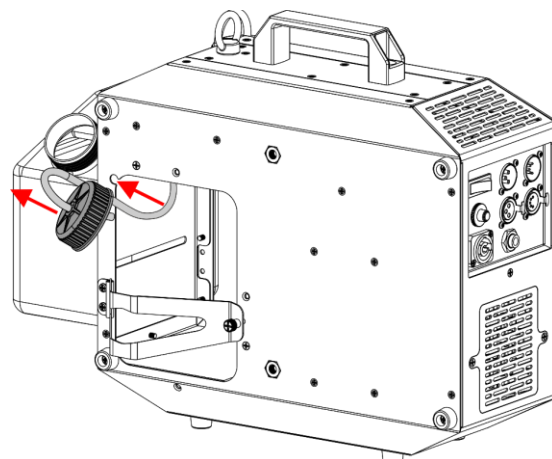

Fig. 17
- 12) Faites passer le tuyau en caoutchouc et le bouchon du réservoir à l'arrière de l'appareil, comme indiqué sur la Fig. 17.